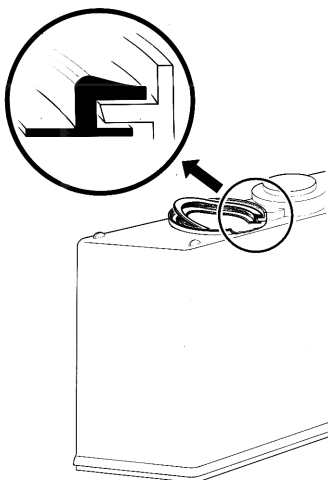

Bild 10
- 3 - Behälterdichtung in den Behälter einsetzen, dabei bleibt der dickere Teil der Dichtung außerhalb des Behälters (Bild 10).